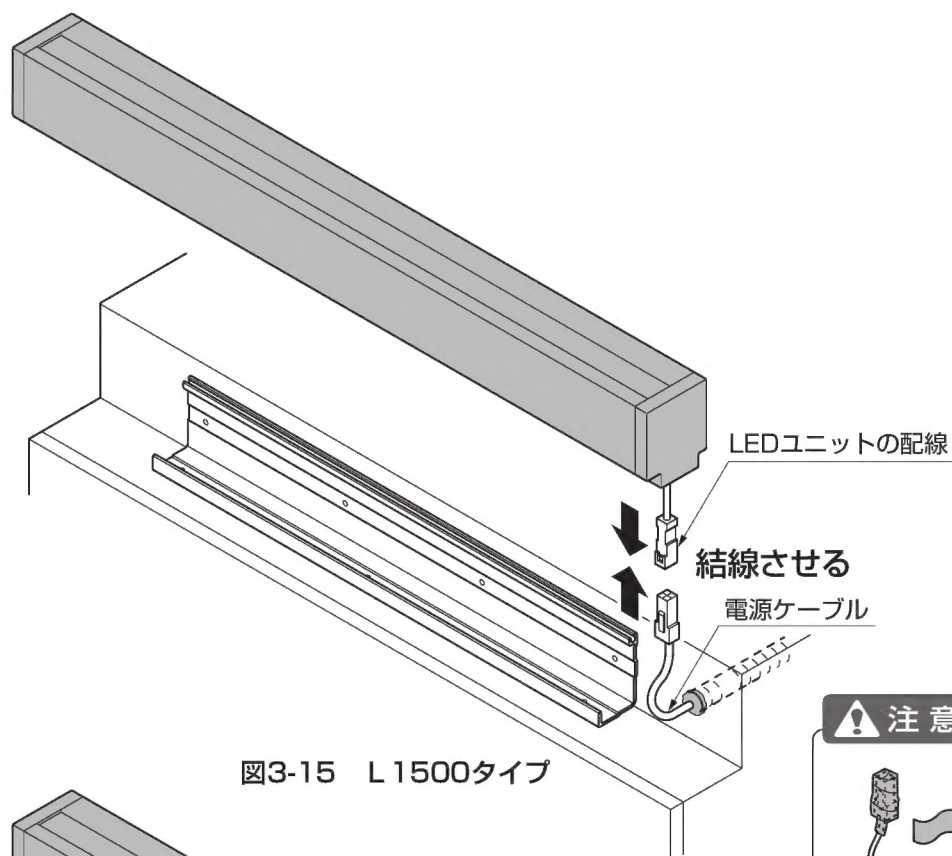

図3-15 L1500タイプ
①LEDユニットの配線と電源ケーブルを結線してください。(図3-15、図3-16参照)